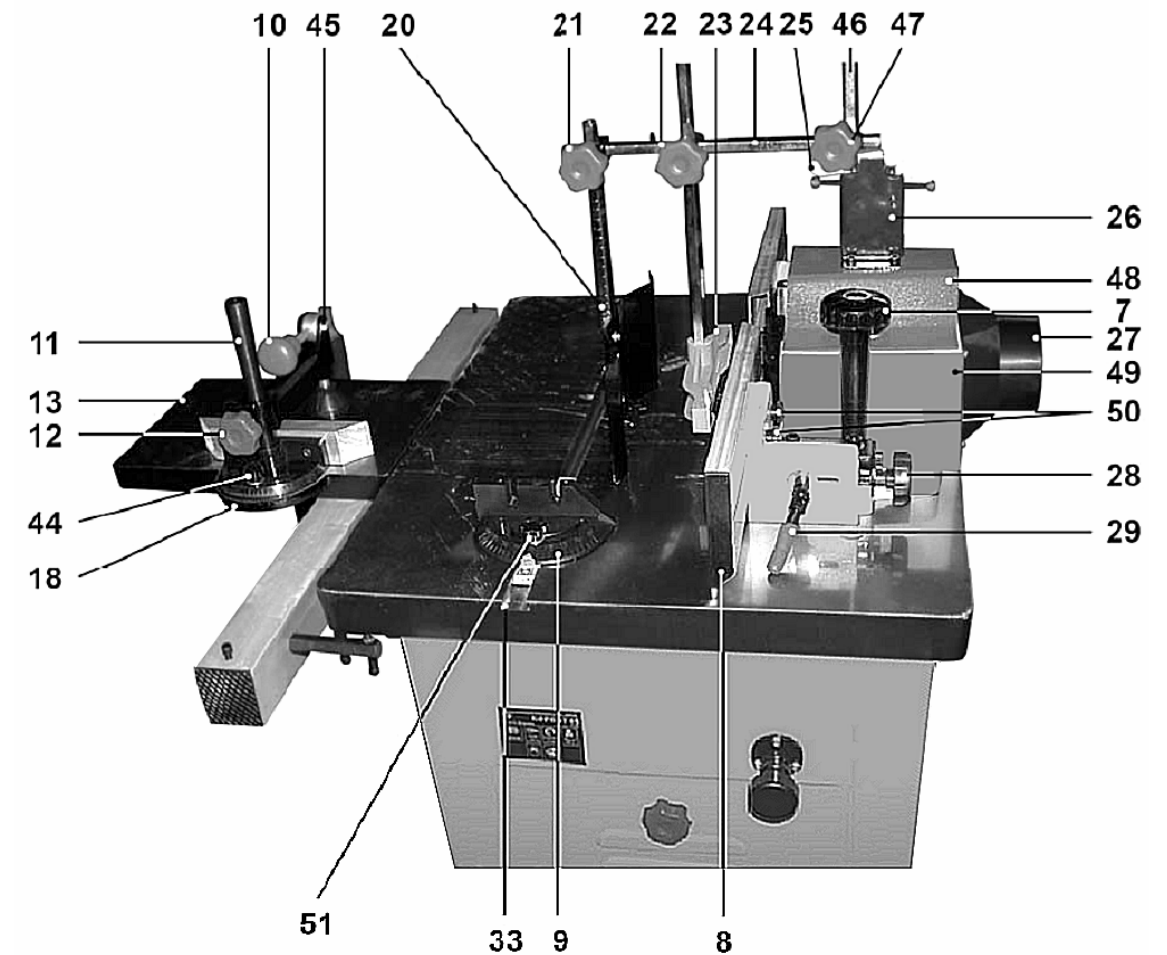

Рис. 5
8.3.1. На подвижном столе (13) установите стойку (11). На стойке (11), используя шайбу и винт фиксации (44), установите и закрепите транспортер (18), Рис.5.
8.3.2. На стойке (11), используя винт фиксации (12), закрепите прижимное устройство (45), Рис.5.
8.3.3. На корпусе узла направляющих планок (49) установите и закрепите двумя винтами подиум (48). На подиуме (48) установите и четырьмя винтами закрепите стойку прижимов (26), Рис.5.
8.3.4. В гнездо стойки прижимов (26) вставьте штангу (24) и закрепите винтом фиксации (47), Рис.5.
8.3.5. Как показано на Рис. 5, в зажимах крепления штанги (24) установите и винтами фиксации (21 и 22) закрепите прижимную пластину (20) и прижимную планку (23). При закреплении подкладывайте металлические пластины (см. комплектность).